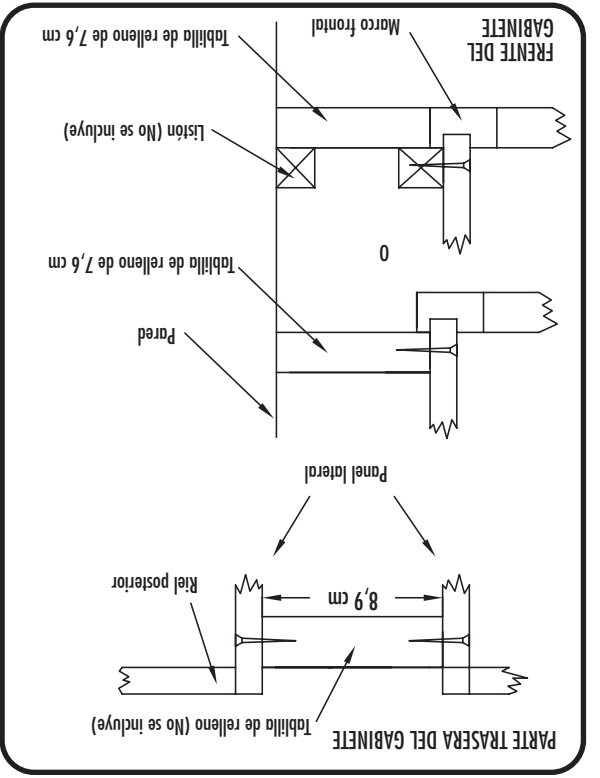

Figura 13
- Sujete la tabilla de relleno al lado de o detrás del marco frontal del gabinete. (Vea la figura 13).